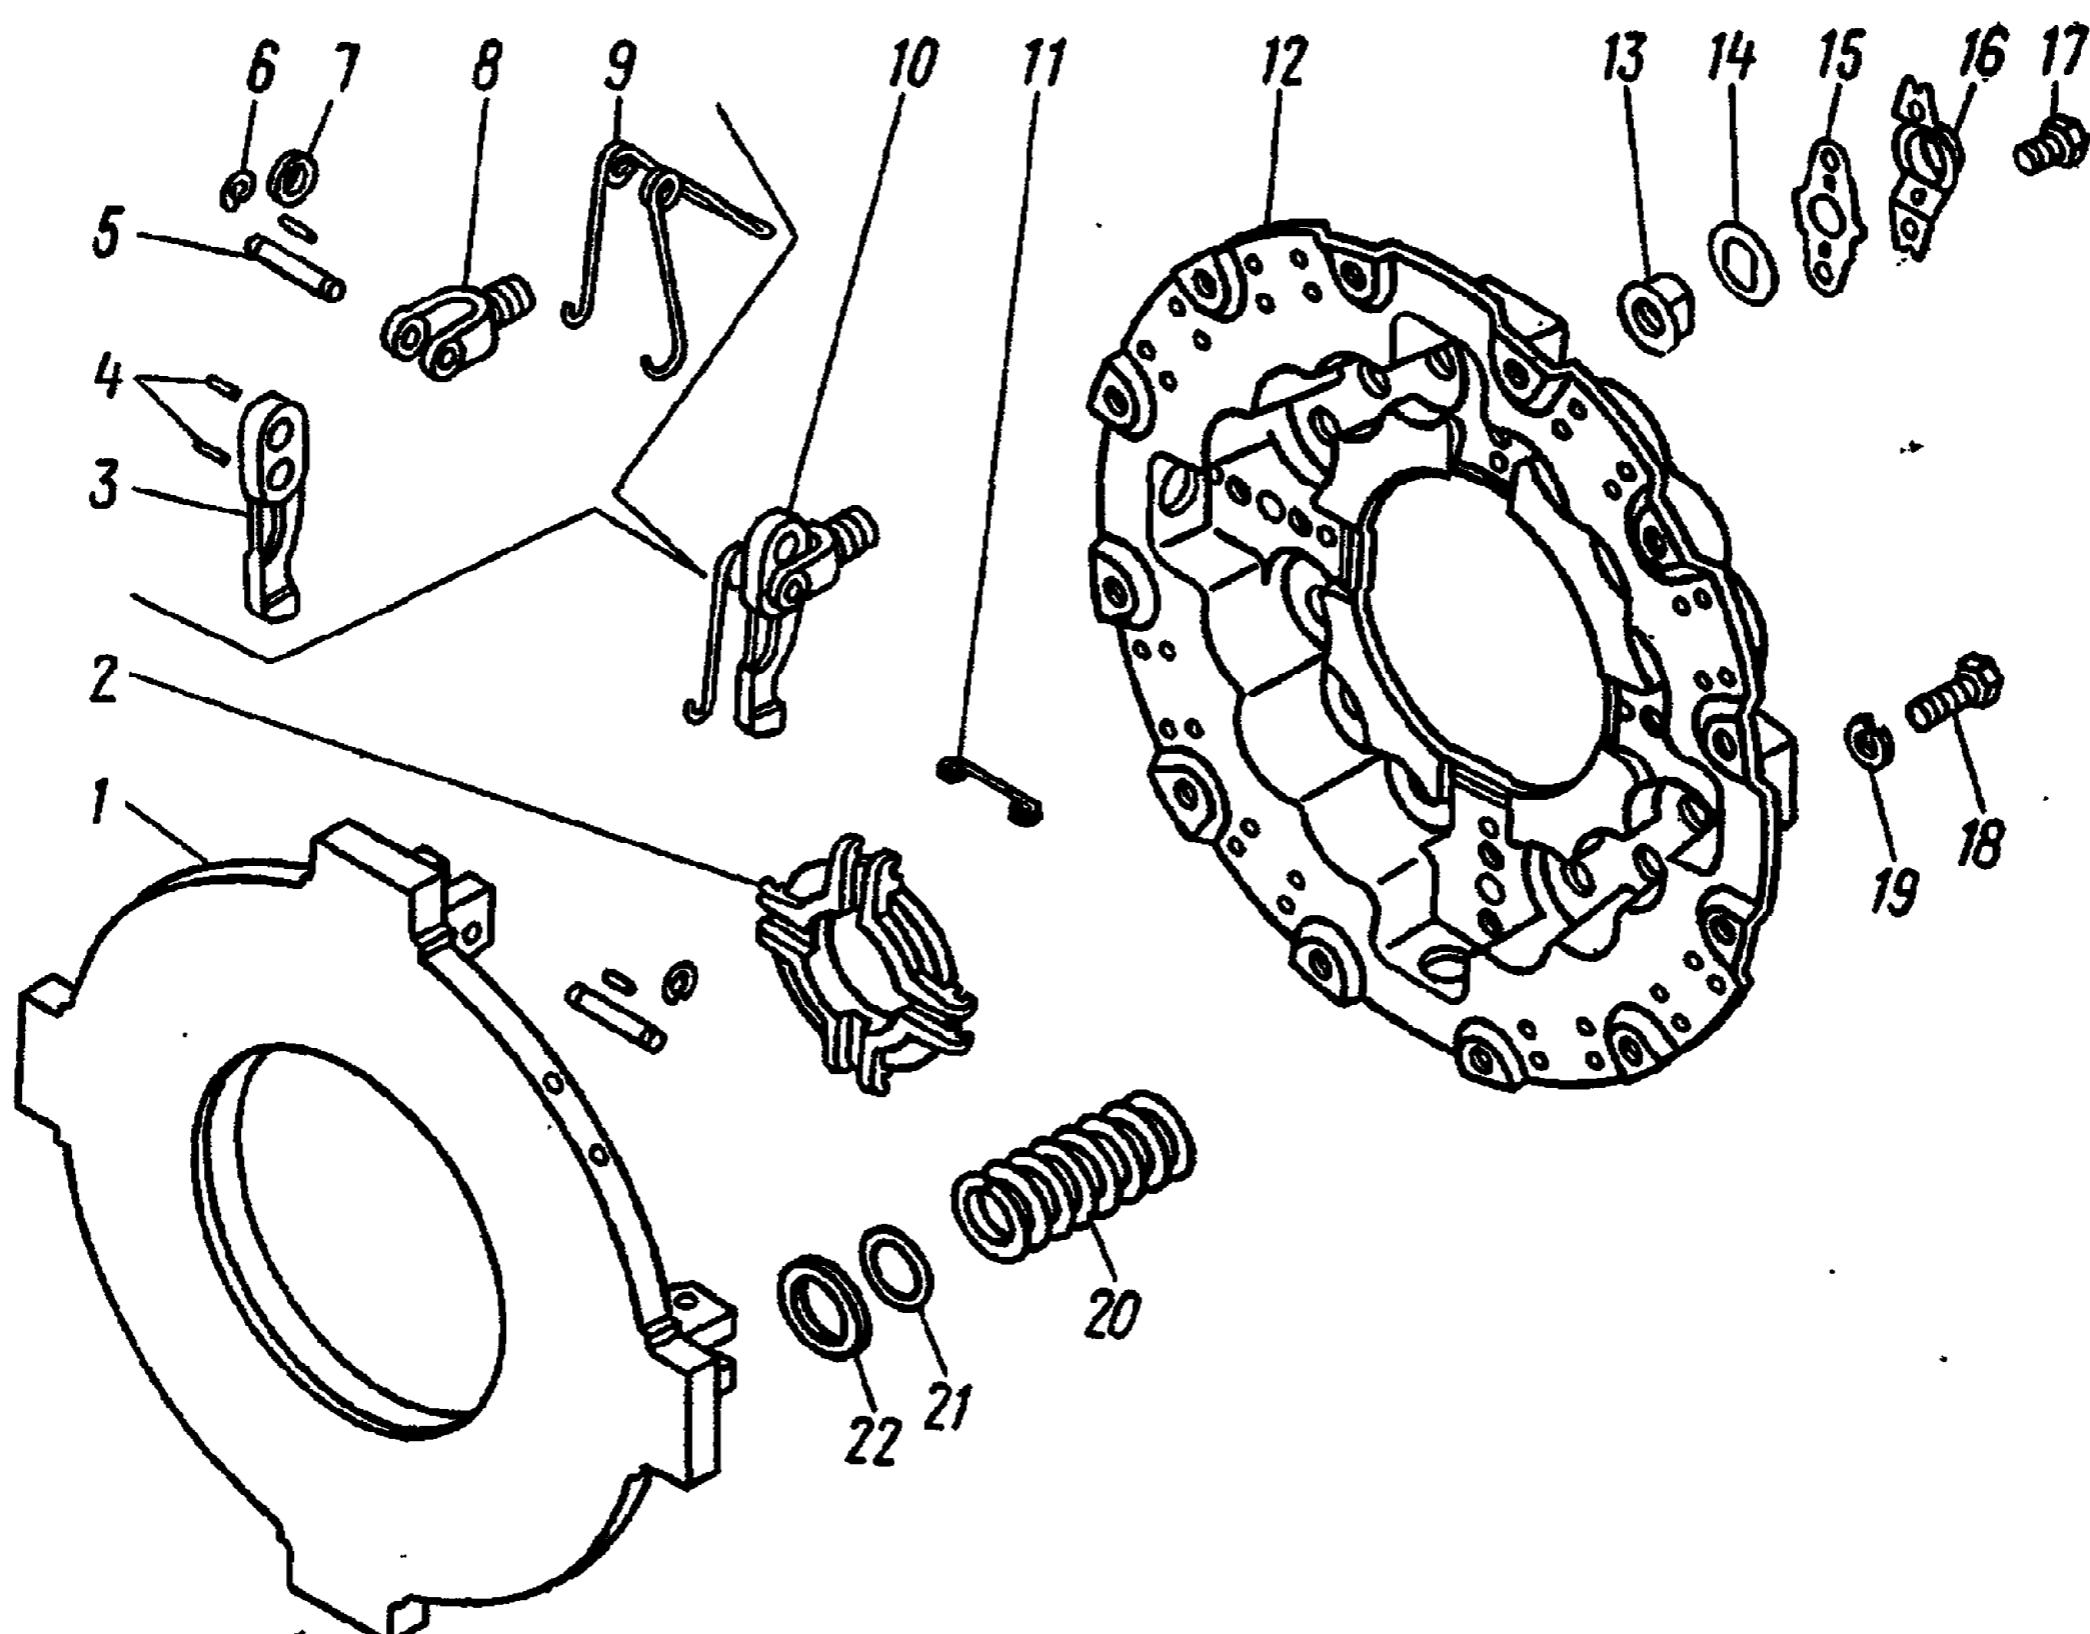

Рис. 123. Диск сцепления нажимной:
2. Отогните усы запорных пластин 16 (рис. 123), выверните болты 17 крепления запорных и опорных пластин и снимите опорные 15 и запорные 16 пластины	Зубило, молоток, сменная головка 13 мм, вороток